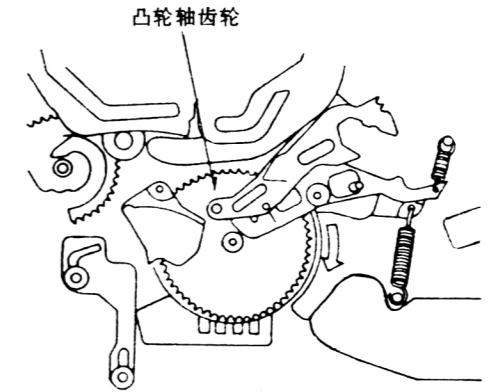

图 1-3-37
2. 当扇形传动片安装完毕后, 按顺时针方向旋转凸轮轴齿轮, 使机器处于放像位置, 如图 1-3-37 所示。